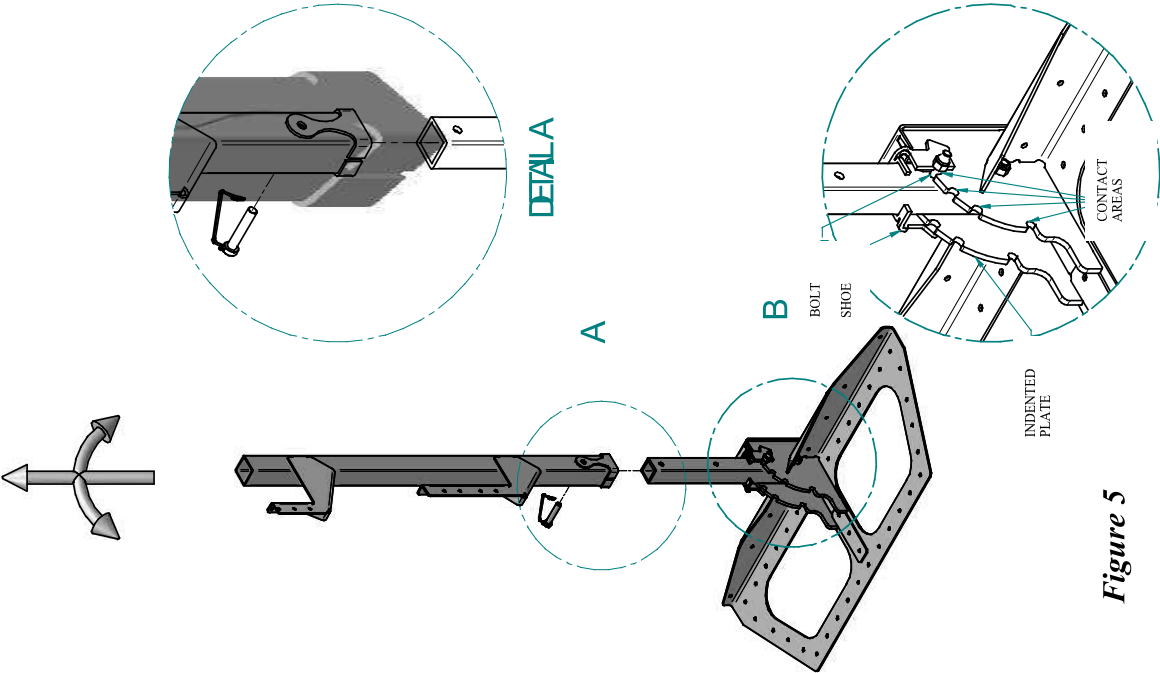

Figure 5
- b. Afin de permettre l'orientation du montant, tirer sur celui-ci dans l'axe du tube pour désengager le mécanisme de retenue. Faire pivoter le montant dans l'angle désiré puis relâcher le tube. S'assurer que le mécanisme de retenue est parfaitement engagé et que rien n'interfère entre le boulon, le sabot et les plaques dentelées. Les surfaces de contact doivent être respectées afin d'assurer une utilisation adéquate. *(Voir figure 5)*